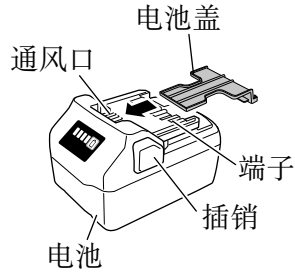

图 2
- 或者将电池装在电动工具中，或者在牢固按入电池盖并挡住通风孔后再存放，以防止短路。（参照图 2）